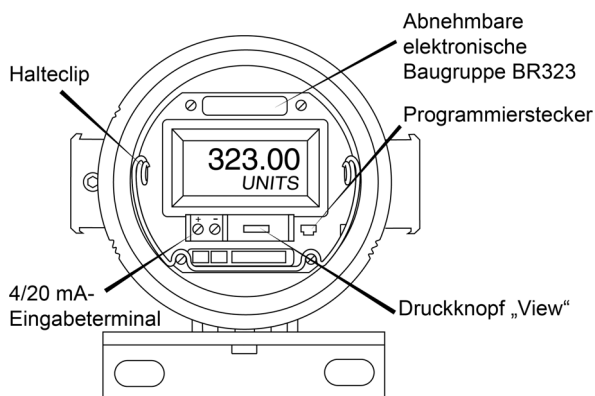

Abb. 1 BR323AL oder BR323SS ohne Abdeckung
- Entfernen Sie die elektronische Baugruppe BR323 vom Gehäuse, indem Sie den Halteclip leicht zusammendrücken und ziehen - vgl. Abb. 1. Entfernen Sie, falls erforderlich, die Schraube, die den Erdungsdraht sichert, der die elektronische Baugruppe mit dem Gehäuse verbindet.
- Positionieren Sie die elektronische Baugruppe in dem feuerfesten Gehäuse und verbinden Sie die beiden Eingangsterminals wie in Abb. 1 und 4 gezeigt. Wenn es entfernt wurde, muss das Erdungskabel erneut zwischen der elektronischen Baugruppe und dem feuerfesten Gehäuse angebracht werden.